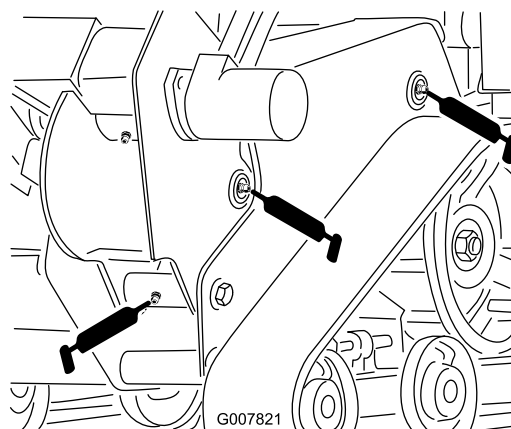
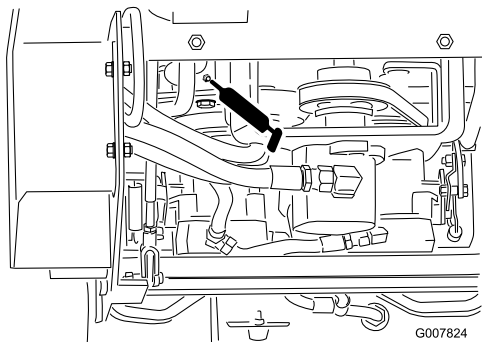

Figura 27
Figura 30
3. Collegare un ingrassatore a pressione a ciascun raccordo (da Figura 27 a Figura 30).